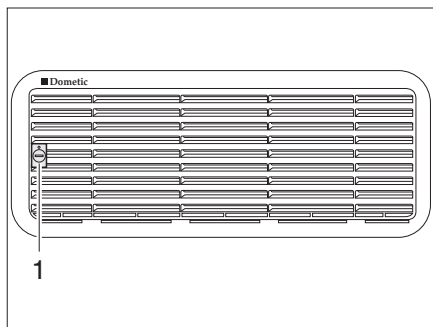
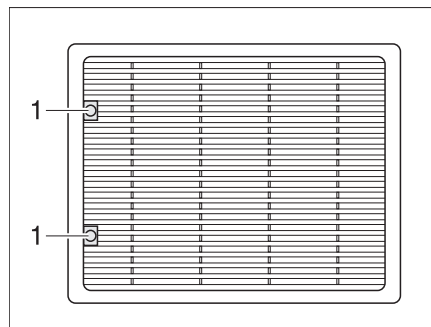

Bild 130 Kühlschrank-Lüftungsgitter (Dometic klein)
Bild 131 Kühlschrank-Lüftungsgitter (Dometic groß)
- Schraube (Bild 130,1 bzw. Bild 131,1) mit Hilfe einer Münze eine viertel Umdrehung drehen.